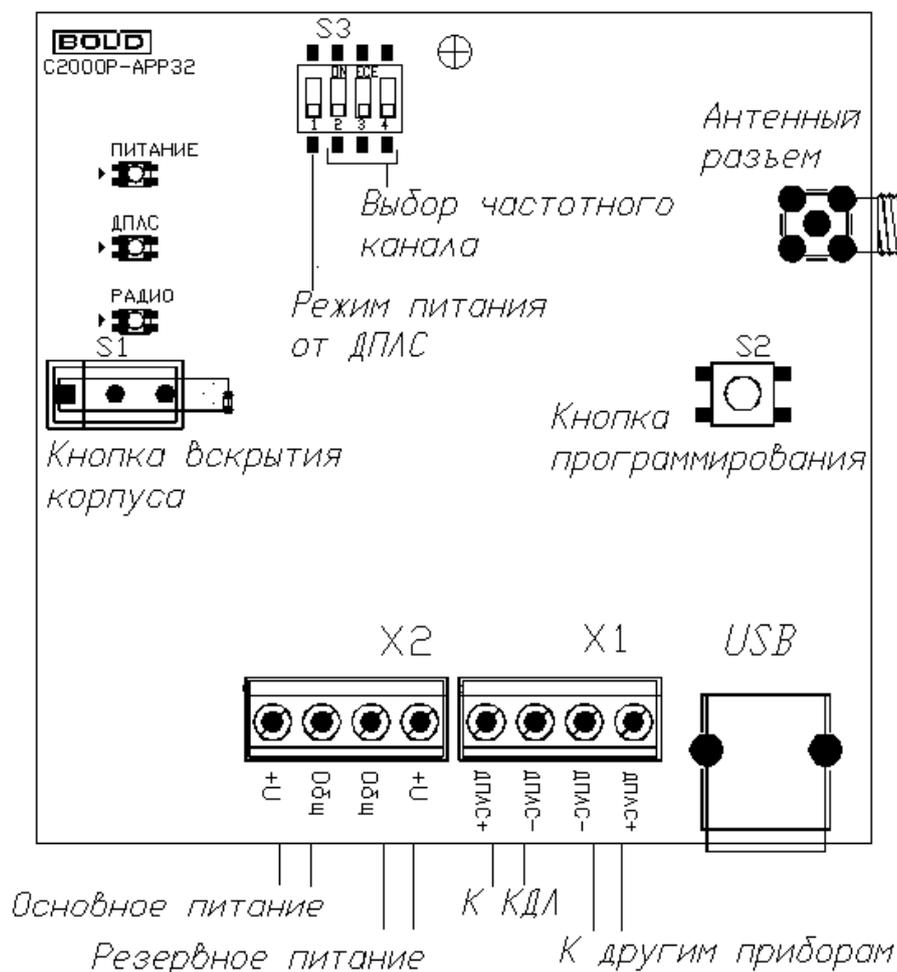

Рисунок 4.1 «С2000P-APP32»
Существует два режима питания APP32, выбор режима осуществляется посредством переключателя S3.1 (см. Рисунок 4.1).
В режиме питания от внешних источников, подключаемых к клеммам X2 (см. Рисунок 4.1), при штатной работе системы отсутствует потребление из сети ДПЛС. В данном режиме APP32 контролирует напряжение внешних источников питания, которое должно находиться в диапазоне от 9 до 28 В.
АРР32 имеет три двухцветных светодиодных индикатора (см. Рисунок 4.1):
2. Подключите антенну, входящую в состав прибора, к антенному РЧ разъему на плате (см. Рисунок 4.1);
Выбор РЧ канала осуществляется вручную посредством переключателей S3.2—S3.4 (см. Рисунок 4.1), либо в автоматическом режиме. После выбора канала APP32 и все подключённые к нему РУ переходят на выбранный канал в течение 90 с.
Процедура запускается посредством комбинации нажатий кнопки программирования **S2** (см. Рисунок 4.1) «*двойное короткое – длинное*». Процедура анализа занимает 4 минуты, при этом подаётся световая индикация: «Питание» и «ДПЛС» выключены, «Радио» поочередно мигает зелёным и жёлтым с частотой 4 раза в секунду.
- Установите переключатели S3.2, S3.3 и S3.4 (см. Рисунок 4.1) в положение «On».